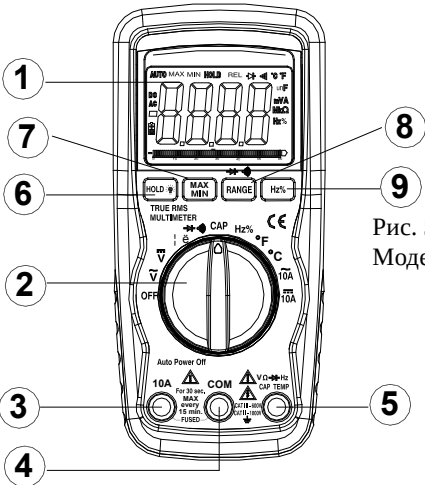
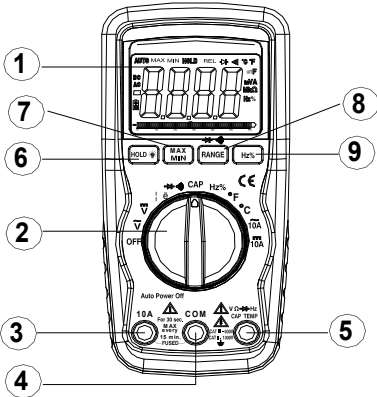

Рис. 5.2.1
Рис. 5.2.2.
Назначение органов управления для модели 930, 931, 932 (рис.5.2.1., рис.5.2.2.) представлено в таблице 5.2.1
- Включите прибор, повернув функциональный переключатель (**позиция 2, рис.5.2.2**) на позицию «переменное напряжение».
- Вставьте черный измерительный провод в отрицательное гнездо (COM (**позиция 4, рис.5.2.2**)), а красный измерительный провод в положительное гнездо (V (**позиция 5, рис.5.2.2**)).
- Включите прибор повернув функциональный переключатель (**позиция 2, рис.5.2.2**) на позицию «постоянное напряжение».
- Включите прибор, установив функциональный переключатель (**позиция 2, рис.5.2.2**) на позицию Ω .
- Вставьте черный измерительный провод в гнездо (COM (**позиция 4, рис.5.2.2**)), а красный измерительный провод в гнездо Ω (**позиция 5, рис.5.2.2**)
- Включите прибор, установив функциональный переключатель (**позиция 2, рис.5.2.2**) на позицию
- Вставьте черный измерительный провод в отрицательное гнездо (COM (**позиция 4, рис.5.2.2**)), а красный измерительный провод в гнездо Ω (**позиция 5, рис.5.2.2**).
- Нажимайте кнопку RANGE (**позиция 8, рис.5.2.2**) пока на дисплее не появится символ
- Нажимайте на кнопку RANGE (**позиция 8, рис.5.2.2**), пока данный символ не появится на экране.
- Вставьте черный измерительный провод в отрицательное гнездо Ω (**позиция 5, рис.5.2.2**).
- Включите прибор, установив функциональный переключатель (позиция 2, рис.5.2.2) на позицию CAP.
- Вставьте черный измерительный провод в гнездо (COM (позиция 4, рис.5.2.2)), а красный измерительный провод в положительное гнездо (CAP (позиция 5, рис.5.2.2)).
- Включите прибор, установив функциональный переключатель (позиция 2, рис.5.2.2) на позицию Hz%.
- Вставьте черный измерительный провод в гнездо (COM (позиция 4, рис.5.2.2)), а красный измерительный провод в гнездо (Hz (позиция 5, рис.5.2.2)).
- Включите прибор, установив функциональный переключатель (позиция 2, рис.5.2.2) на позицию °C или °F, в зависимости от выбранной Вами температурной шкалы.
- Вставьте черный измерительный провод термопары K-типа (хромель-алюмель) в отрицательное гнездо (COM (позиция 4, рис.5.2.2)), а красный измерительный провод в положительное гнездо TEMP (позиция 5, рис.5.2.2).
- Включите прибор, установив функциональный переключатель (позиция 2, рис.5.2.2) на позицию «переменный ток».
- Вставьте черный измерительный провод в гнездо (COM (позиция 4, рис.5.2.2)), а красный измерительный провод в гнездо «10А» (позиция 3, рис.5.2.2).